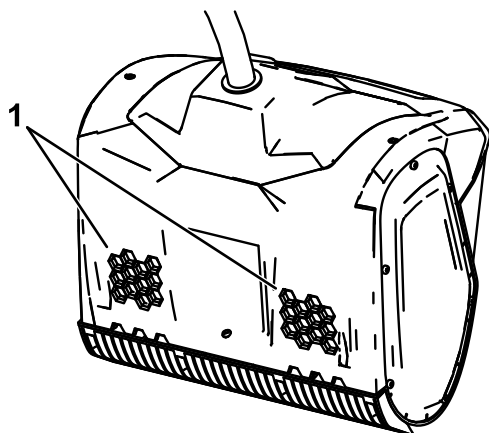

Figura 7
1. Accertatevi che gli sfiati sulla parte posteriore della macchina siano privi di neve o ghiaccio (Figura 7).